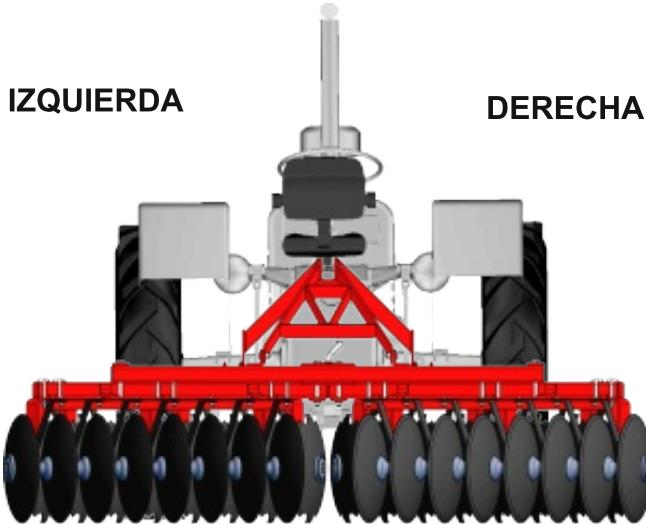

FIGURA No. 1
- El conjunto del marco de la ristra se entrega armado en su totalidad, coloque los conjuntos de bocín en los orificios del eje de transporte, utilice la llave que se entrega con la ristra para ajustar las tuercas que los aseguran, coloque las llantas en los bocines y ajústelas. La barra de tiro de la ristra se envía recogida, afloje los tornillos que la aseguran a la barra de enganche y colóquela en posición de trabajo, ajuste los tornillos sin llevarlos a su máximo ajuste para poder enganchar la ristra al tractor. Ver Figura No. 1.